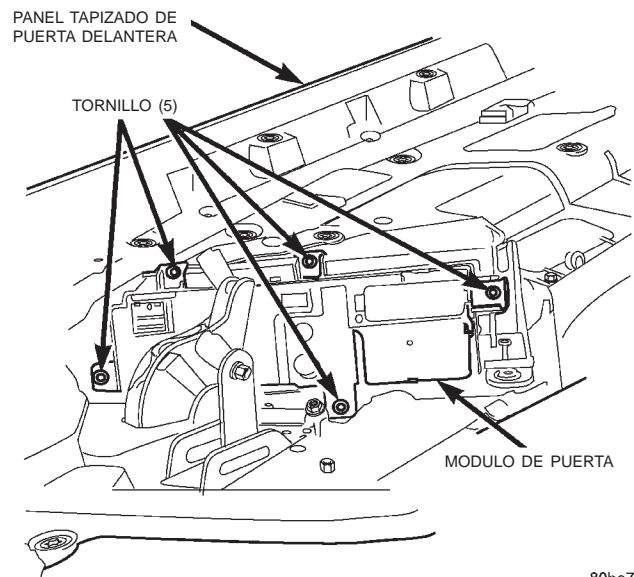

Fig. 1 Desmontaje e instalación del módulo de puerta
(1) Desconecte y aisle el cable negativo de la batería.
(2) Retire el panel tapizado de la puerta delantera. Para informarse sobre el procedimiento, consulte **Panel tapizado de puerta delantera** en la sección Desmontaje e instalación del grupo 23 - Carrocería.
(3) Retire los cinco tornillos que fijan el módulo de puerta a la parte posterior del panel tapizado de puerta delantera (Fig. 1).